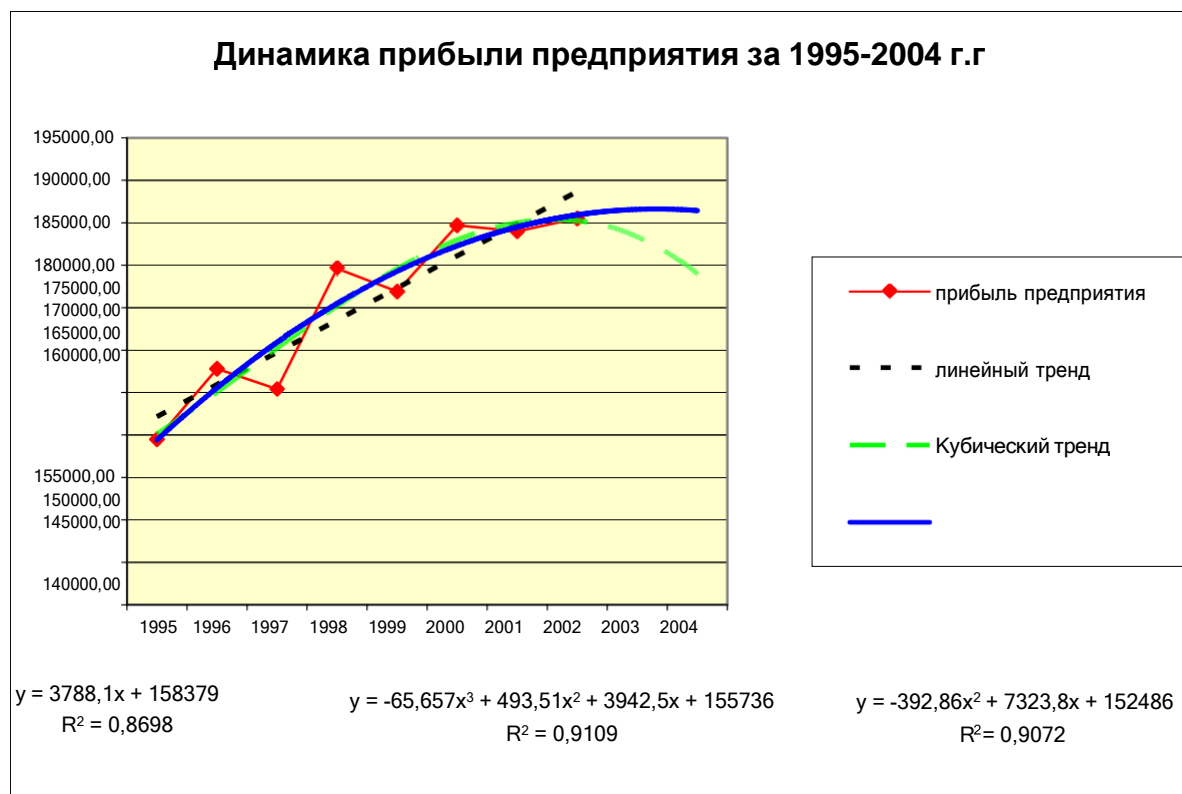

Рис. 4.2. Диаграмма с добавленными линиями тренда
3. Для лучшего визуального восприятия изменяем тип, цвет и толщину построенных линий тренда, для чего воспользуемся вкладкой **Вид** диалогового окна **Формат линии тренда**. Полученная диаграмма с добавленными линиями тренда представлена на рис. 4.2.